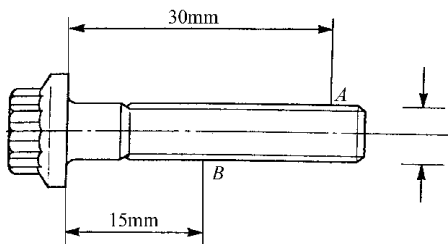

图 2-50 连杆螺栓
9) 连杆螺栓的检测: 用千分尺测量 A、B 两点连杆螺栓的直径。如图 2-50 所示, 计算 A、B 两点直径的差值。